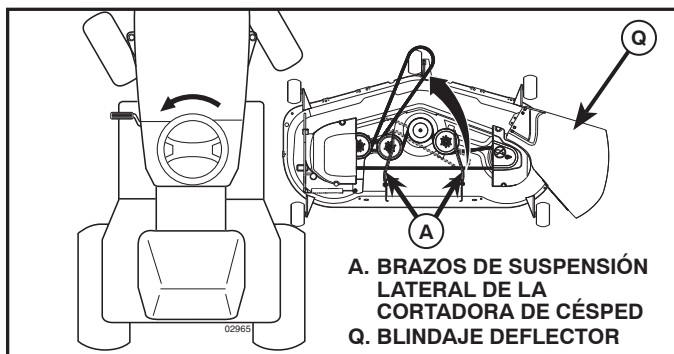

Fig. 30
4. DESLICE LA CORTADORA DE CÉSPED DEBAJO DEL TRACTOR (Vea Fig. 30)